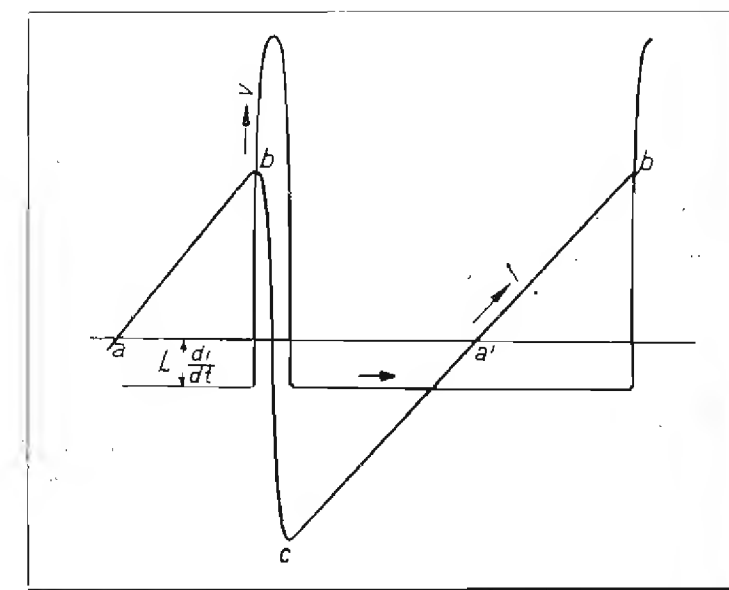

Fig. 5 Aspetto della tensione a denti di sega prodotta dall'oscillatore della base dei tempi
Assumendo che il tempo occorrente per il ritorno di scansione (da b a c in fig. 5) sia circa 1/10 della durata di un periodo completo (da b a b), cioè di 65 μ S, con un valore di induttanza $L=5$ mH ed una variazione totale di corrente I di 800 mA, la tensione durante il ritorno di scansione risulta di 625 V (1).